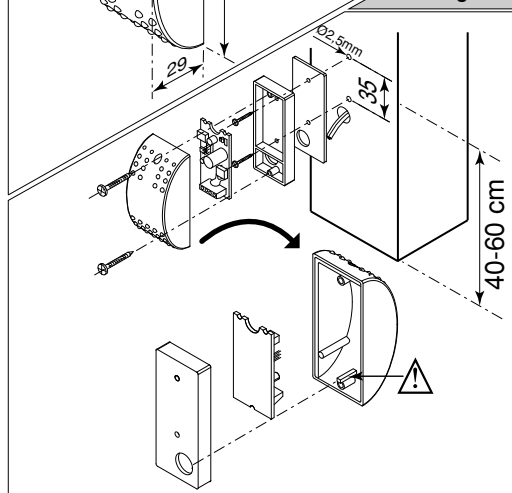

Fig. 3
- Se non c'è alcun pilastro o muro dove fissare le fotocellule, richiedere le apposite colonnine metalliche. Le colonnine si possono fissare direttamente su una base di calcestruzzo con tre tasselli ad espansione. Il perfetto allineamento è garantito dalle asole di registrazione presenti sulla base (fig.3).
Perfect alignment is ensured by the adjustment slots provided in the base (fig.3).
- Si aucun poteau ou mur n'est présent pour fixer les cellules photoélectriques, commander les colonnettes métalliques spécialement prévues. Les colonnettes peuvent être fixées directement sur une base en béton avec trois chevilles. L'alignement parfait est assuré par les œillets de réglage situés sur la base (fig. 3).
- Stehen weder Pfosten noch Wand zur Anbringung der Fotocellen zur Verfügung, fordern Sie bitte die Spezialständer aus Metall an. Sie lassen sich mit drei Spreizdübeln direkt auf einer Betonunterlage befestigen. Die perfekte Ausrichtung wird ermöglicht durch die Einstell-Länglöcher in der Basis (Abb. 3).
- Si no existiera ninguna pared o pilar en donde fijar las fotocélulas, pida las columnas metálicas correspondientes. Las columnas se pueden fijar directamente sobre una base de hormigón con tres tacos de expansión. La alineación perfecta se realiza gracias a las ranuras de regulación que se encuentran en la base (Fig. 3).
- Se não houver algum pilar ou muro em que fixar as fotocélulas, peça as colunas metálicas especiais. As colunas podem ser fixadas directamente sobre uma base de betão com três parafusos de expansão. O perfeito alinhamento é garantido pelas argolas de regulação que se encontram na base (fig. 3).